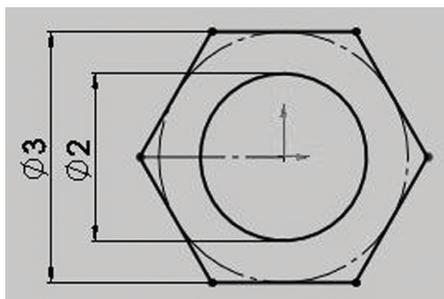

Figura 7.8 – Esboço da Porca do suporte do chassi
3.3 Tente aplicar os conhecimentos adquiridos neste capítulo para desenhar a Porca do suporte do chassi, conforme o esboço da Figura 7.8. Em caso de dúvidas, consulte seu roteiro e seu vídeo na página de download de materiais do livro. Utilize o espaço abaixo para fazer anotações sobre o